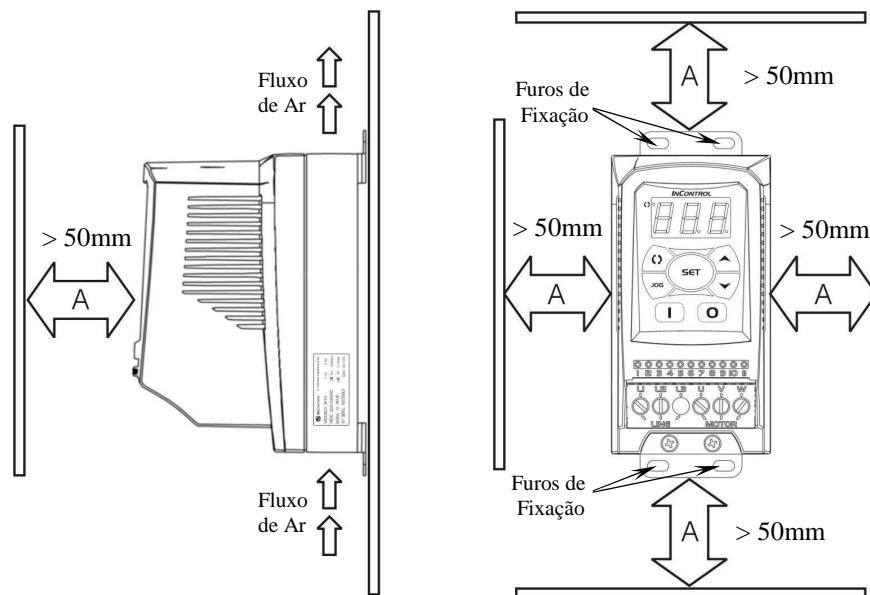

Figura 6-1 – Fixação do Inversor
- A fixação deve ser feita com parafusos através dos furos de fixação mostrados na Figura 6-1.
- Deixar no mínimo 50 mm de espaços livre ao redor do aparelho conforme mostra a Figura 6-1.